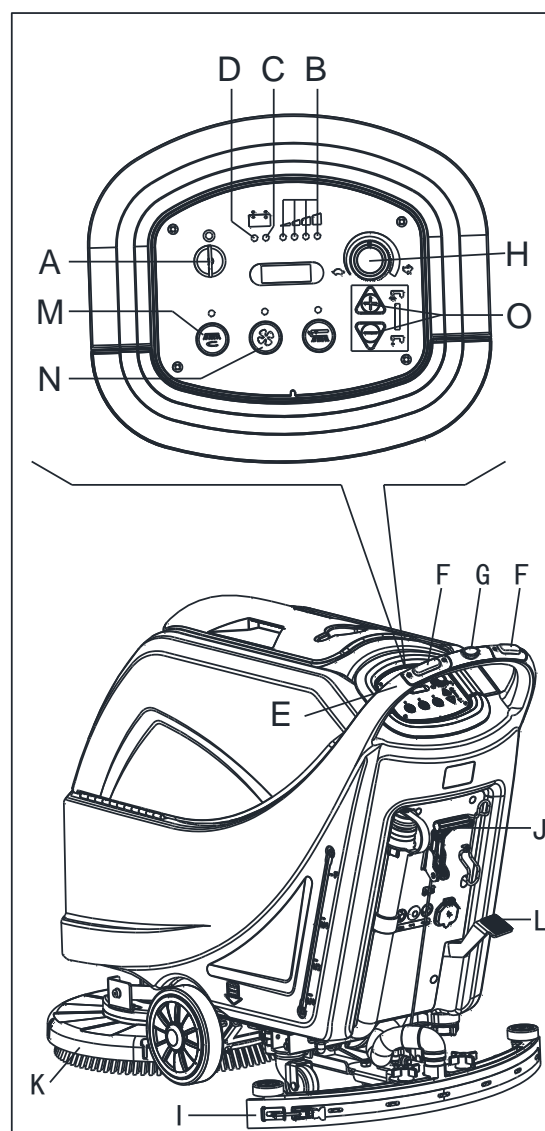

Figura 8
2. Insetați cheia de contact (A, Figura 8) și rotiți-o până la poziția "I". Verificați ca ledul verde (B) să se aprindă (baterie încărcată). Dacă se aprinde ledul galben (C) sau cel roșu (D) puneți cheia de contact din nou pe poziția "0" și încărcați bateria (vedeți procedura la capitolul Mentenanță).
- Prin apăsarea cu mâinile pe ghidon (E) (numai pentru mașina fără tracțiune).
- Prin apăsarea cu mâinile pe ghidon (E) și apăsarea comutatorului (F) pentru deplasarea înainte, sau apăsarea comutatorului (F) împreună cu comutatorul (G) pentru deplasarea în marșarier (numai pentru mașina cu tracțiune). Viteza deplasării înainte poate fi ajustată cu ajutorul (H).
4. Coborâți mopul (I) cu ajutorul pârghiei (J).
5. Coborâți puntea periei / suportului de lavetă (K) prin ridicarea pedalei (L). (numai pentru discuri)
6. Apăsăți comutatorul periei / suportului lavetei (M) și comutatorul sistemului de aspirare (N).
7. Apăsăți comutatoarele de control debit apă de spălare (O) după cum este necesar, în funcție de tipul de curățare ce urmează a se executa.
- (numai pentru mașina fără tracțiune) apăsând mașina cu mâinile pe ghidonul (E) și apăsând comutatorul (F).
- (numai pentru mașina cu tracțiune) apăsând mașina cu mâinile pe ghidonul (E) și apăsând comutatorul (F). Dacă este necesar, viteza deplasării înainte poate fi ajustată cu ajustorul (H).
1. Coborâți suportul periei / tamponului prin apăsarea comutatorului perie / tampon (M Figura 8).
2. În timp ce țineți cu ambele mâini mânerul mașinii, apăsați comutatorul de protecție (F, Figura 8), apoi manevrați mașina și începeți să rașchetați / uscați podeaua.